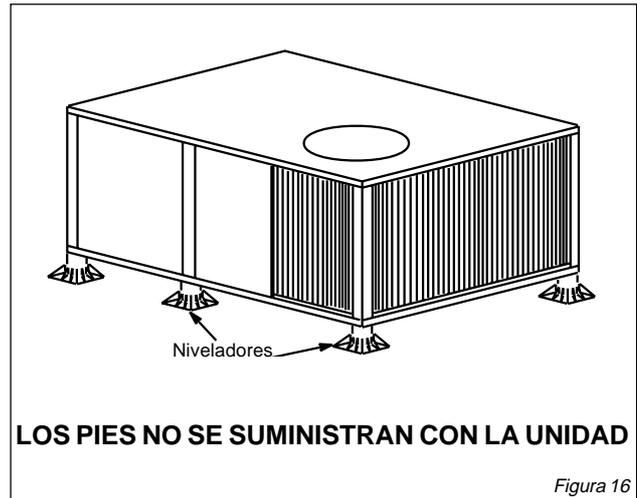

Figura 16
Según las diferentes estructuras, se pueden utilizar varios tipos de bancadas o soportes para cubierta para instalar la unidad. Remítase a la figura 16 para una bancada soporte típica fabricada in situ. Al fabricar las bancadas o soportes, se deben considerar los siguientes puntos:
3. Sostenga la unidad a partir de los costados largos de la base de la unidad. Se dispone de un juego de seis niveladores plásticos (altura, 152 mm). (Ver figura 16).